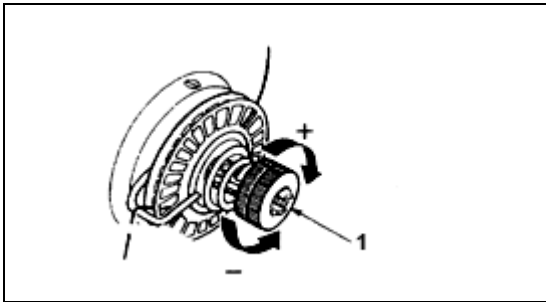

Fig. 17
Regule a tensão do fio na agulha com a porca polegar de regulagem de tensão (1), conforme indicado na fig. 17.